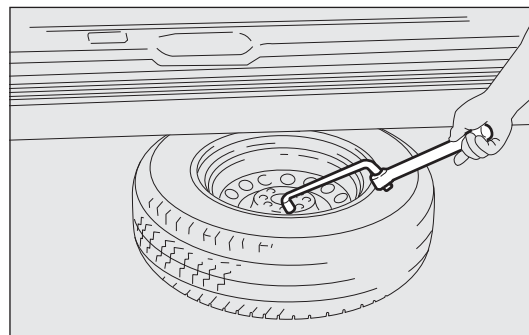

fig. 158
- ❑ utilizzare la chiave smontaggio ruote per trascinare la ruota fuori dal veicolo fig. 158;